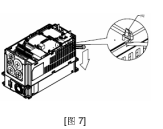

图 7
- 将卡勾扳开后, 将一字起子斜插入凹陷处, 将 PCB 撬开脱离卡勾, 如图 7 所示。